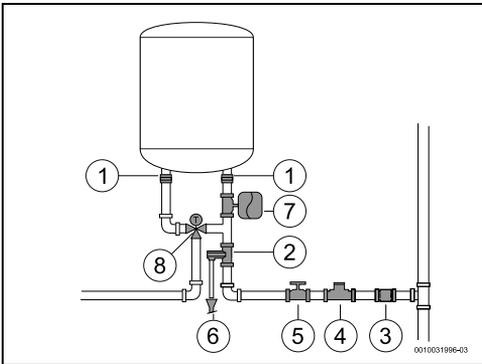

Fig. 10 Ligação de água
- ▶ Instalar um regulador termostático (Fig. 10, [8]) no tubo de saída do aparelho se forem utilizados tubos PEX. Deverá ser ajustado de acordo com o desempenho do material utilizado.
- ▶ instalar uma válvula redutora (Fig. 10, [4]). A válvula de segurança vai atuar sempre que a pressão da água no aparelho for superior a 8 bar (± 1 bar), pelo que é necessário prever uma forma de canalizar o escoamento dessa água.
- ▶ instalar um vaso de expansão (Fig. 10, [7]) para evitar que a abertura da válvula de segurança seja tão frequente. O volume do vaso de expansão deve ser o equivalente a 5% do volume do aparelho.